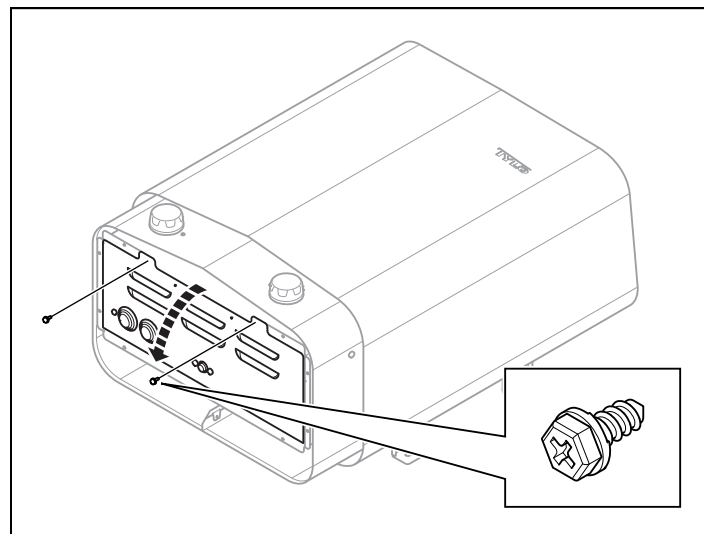

Рисунок 5: Откройте/закройте крышку
2. Ослабьте винты и откройте крышку (см. Рисунок 5).
4. Закройте крышку и закрутите винты (см. Рисунок 5).